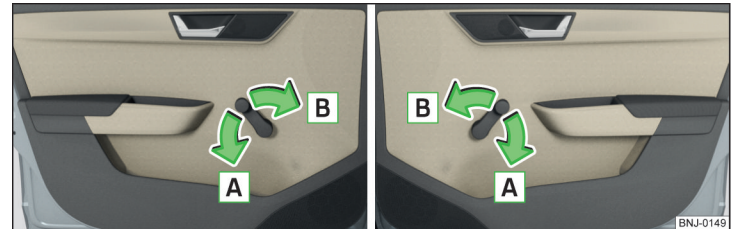

Abb. 38 Fensterbedienung: links/rechts
- Zum **Öffnen** die Kurbel in Pfeilrichtung **A** drehen » Abb. 38.